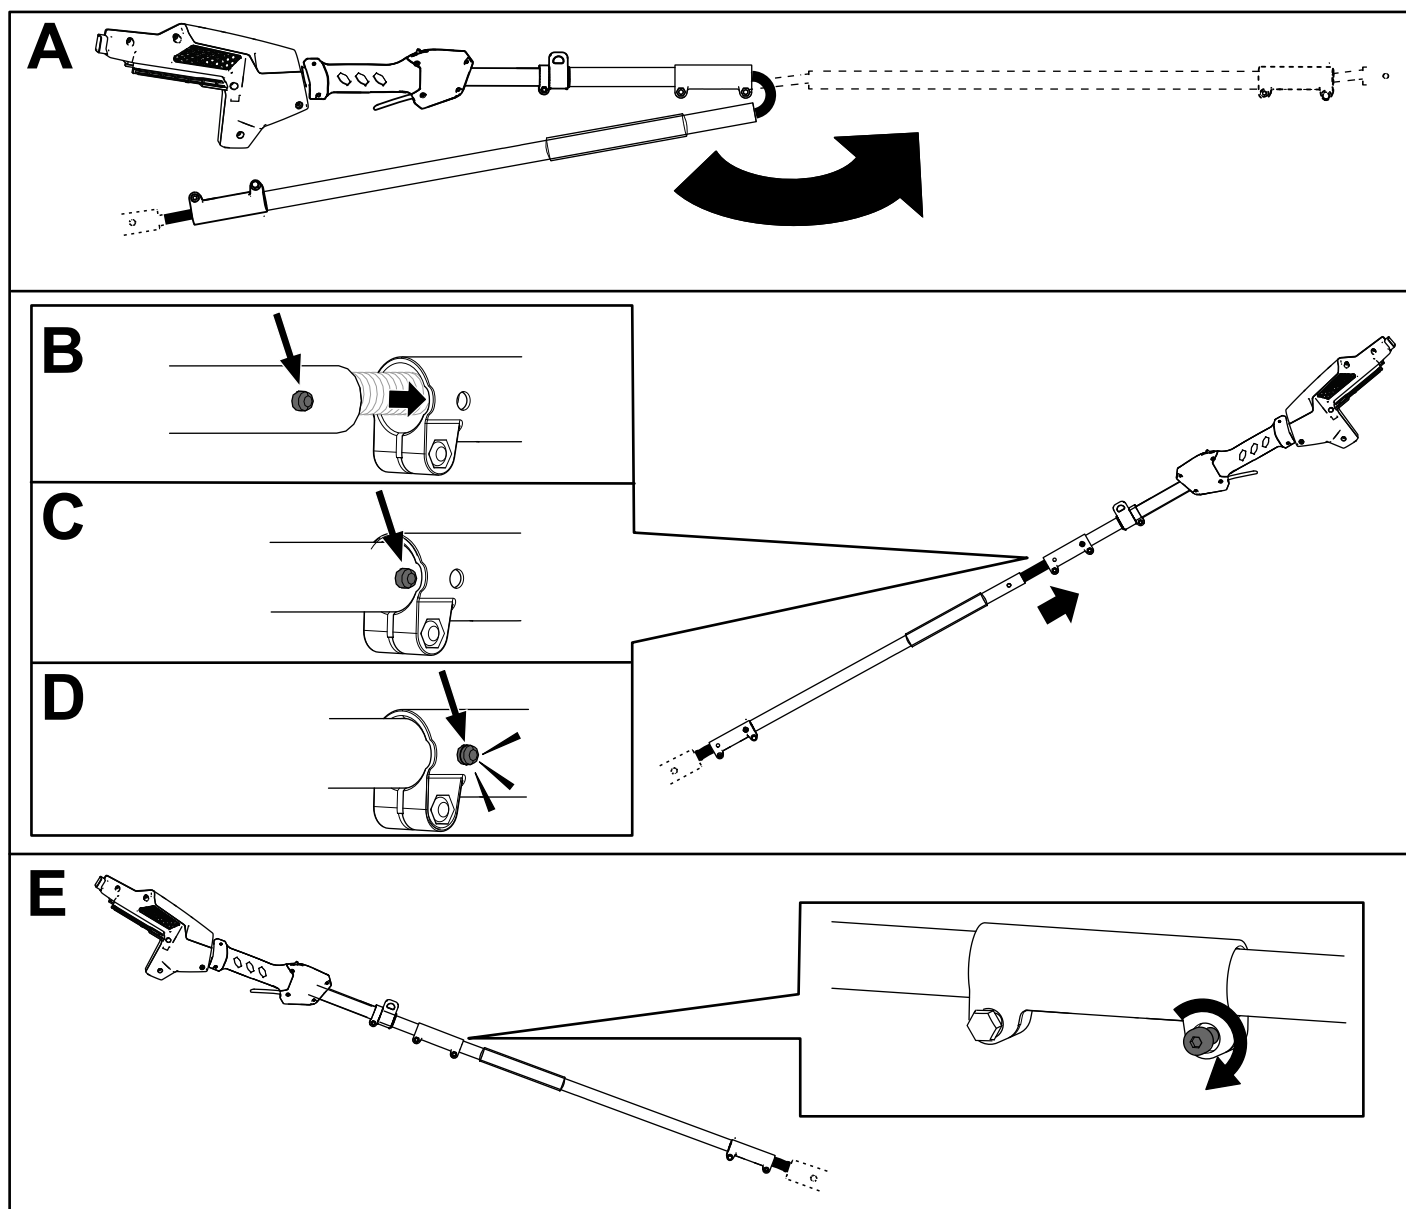

Figura 5
2. Alinee el botón de bloqueo de la sección central con el orificio de la sección de la empuñadura y junte las dos secciones (Figura 5).
3. Utilice la llave suministrada para sujetar entre sí estas dos secciones de la pértiga (Figura 5, E).
4. Repita este procedimiento para conectar la sección de la sierra a la sección central (Figura 5).